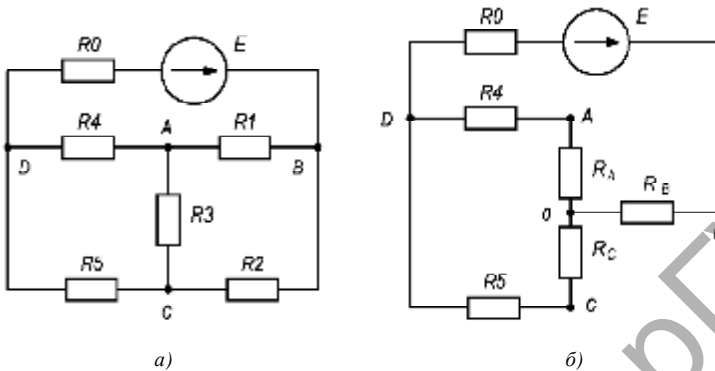

Рисунок 1.17
**Пример 2.** Определить токи во всех ветвях цепи (рис. 1.17, а) при следующих исходных данных:  $E = 2,2 \text{ В}$ ;  $R_0 = 0$ ;  $R_1 = 10 \text{ Ом}$ ;  $R_2 = 30 \text{ Ом}$ ;  $R_3 = 60 \text{ Ом}$ ;  $R_4 = 4 \text{ Ом}$ ;  $R_5 = 22 \text{ Ом}$ .
**Решение.** Заменяем треугольник сопротивлений, подключённых к точкам  $A$ ,  $B$  и  $C$ , эквивалентной звездой из сопротивлений  $R_A$ ,  $R_B$  и  $R_C$ , подключённой к тем же точкам (см. рис. 1.17, б):
Для определения тока  $I_3$  в исходной схеме для контура  $ACD$  (см. рис. 1.17, а) составляем уравнение по второму закону Кирхгофа: